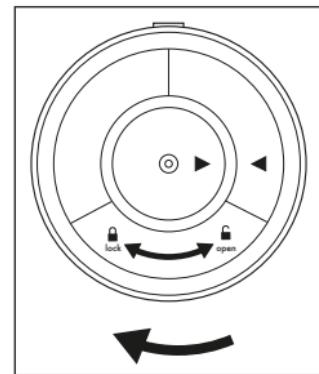

Fig. 2
7. Sæt lukningen til batterirummet ⑬ ind igen. Drej lukningen til batterirummet ⑬ i urets retning mod **lock** 🔒, indtil de to markeringer ► ◀ er på samme højde, og lukningen til batterirummet ⑬ klikker hørbart fast (se fig. 2).
8. Sæt hoveddelen ⑦ på sæbebeholderen ⑧ igen. Drej sæbebeholderen ⑧ i urets retning, indtil den sidder fast på hoveddelen ⑦. Nu er produktet klar til brug.